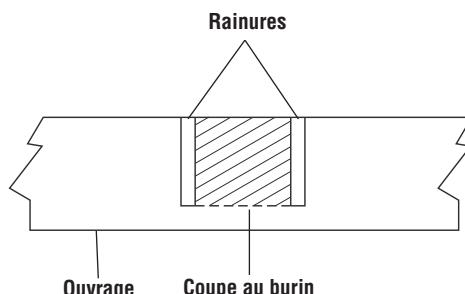

Figure 37. Rainure coupée grossièrement
- 5. Utilisez un burin à bois ou effectuez des passes multiples faisant glisser le bois pour enlever le matériau entre les rainures extérieures (Figure 37).